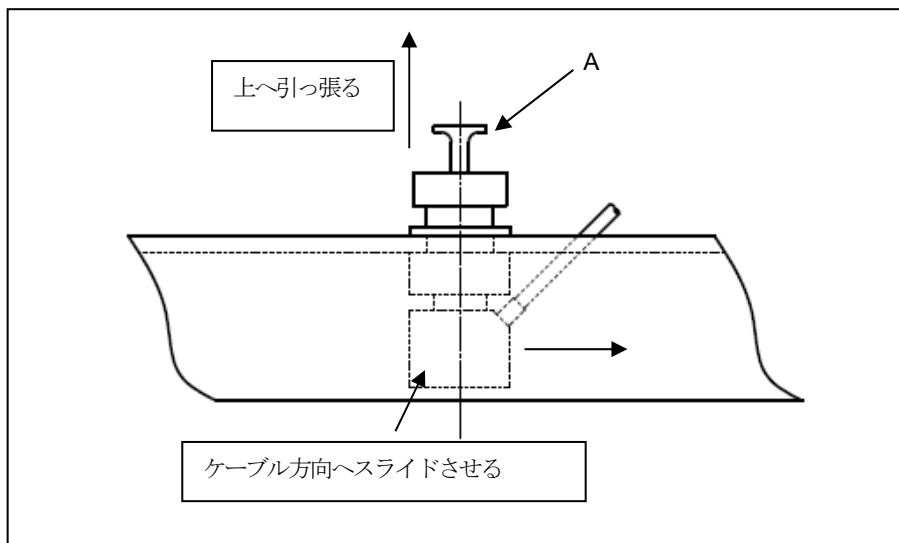

図6.11
- 1) 図6.11のA部つまみを上へ引っ張りながら、センサ部分をケーブル方向へスライドさせます。
上流側センサケーブルコネクタを図 6.11 の変換器コネクタ部の①に接続してください。
下流側センサケーブルコネクタを図 6.11 の変換器コネクタ部の②に接続してください。